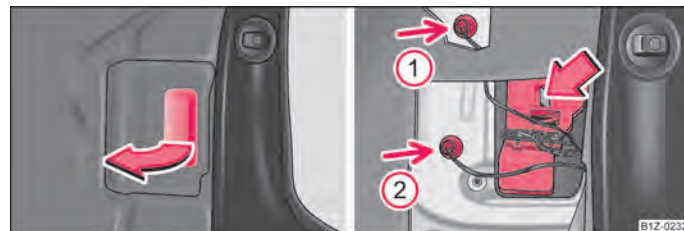

Fig. 190 Maletero: Cubierta para el soporte de lámpara/Desmontaje del soporte de lámpara
- Abra la cubierta del portalámparas ⇒ fig. 190 - lado izquierdo.
- Saque las bombillas de la luz piloto (flechas ① y ②).
- Presione la pestaña de enclavamiento en el sentido de la flecha y saque el soporte de lámpara ⇒ fig. 190, lado derecho.
- Retire las bombillas de la luz de posición trasera (flechas ① y ②).
- Saque la bombilla defectuosa (flecha ① o ②) de la carcasa y cámbiela por una nueva.